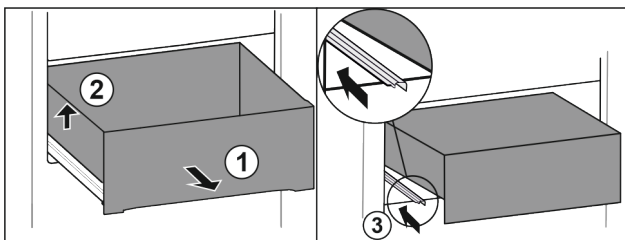

Fig. 17
- ▶ Tirer le tiroir jusqu'en butée. Fig. 17 (1)
- ▶ Soulever le tiroir sur la gauche. Fig. 17 (2)
- ▶ Rentrer le rail de gauche. Fig. 17 (3)